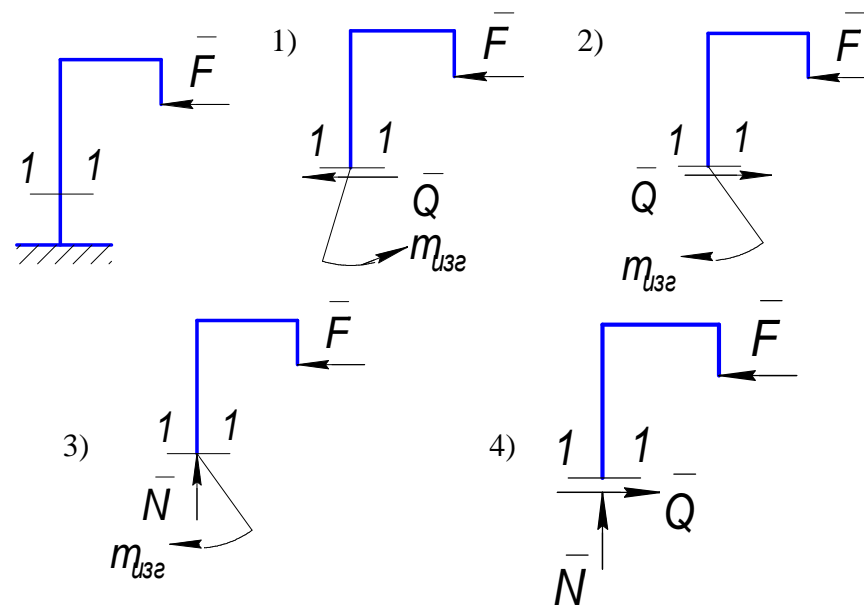

Рис.2.19
2.49. Пользуясь методом сечений, укажите, где правильно определены внутренние силовые факторы для сечения (1-1) рис. 2.19 [простой выбор]: